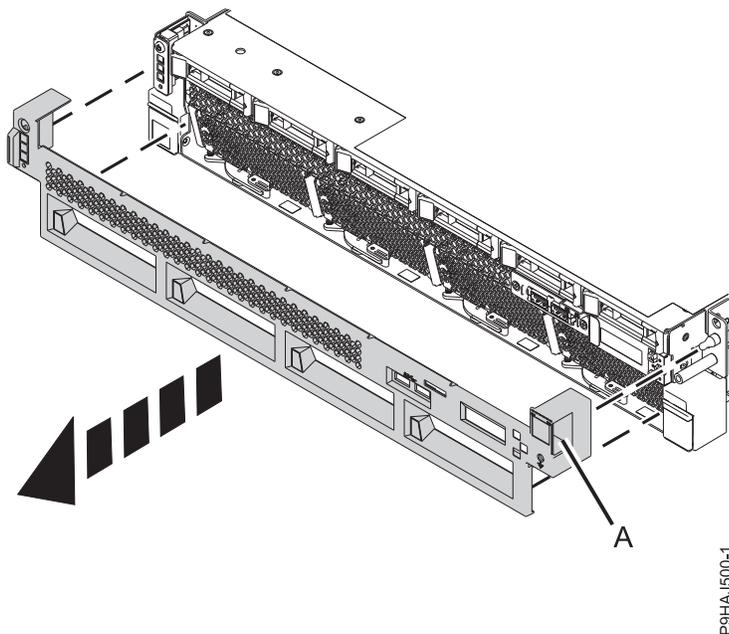

Figure 12. Retrait des capots avant
2. Retirez le capot avant en l'extrayant du système. Le capot est doté de renforcements (**A**) permettant de le tenir plus facilement. Voir la figure 12, à la page 32.